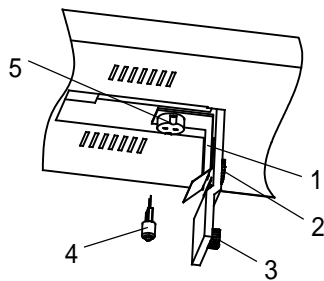

图 8
- 6) 灯泡装好后,插上电源线插头,接通电源,将物镜转入工作位置,调节聚光镜升降,如果照明不均匀,可稍微松动螺钉 2,便可移动灯座 5 进行调节(图 8)。